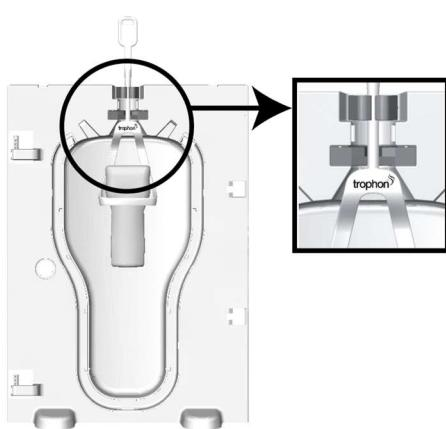

Figura 4
- **WUPH-A** O Trophon Wireless Ultrasound Probe Hanger-A (WUPH-A) inclui uma sonda de ultra-sons sem fios compatível na câmara trophon. É adequado para utilização tanto com dispositivos trophon EPR como com trophon2 (ver Figura 4 e Figura 5, respetivamente).